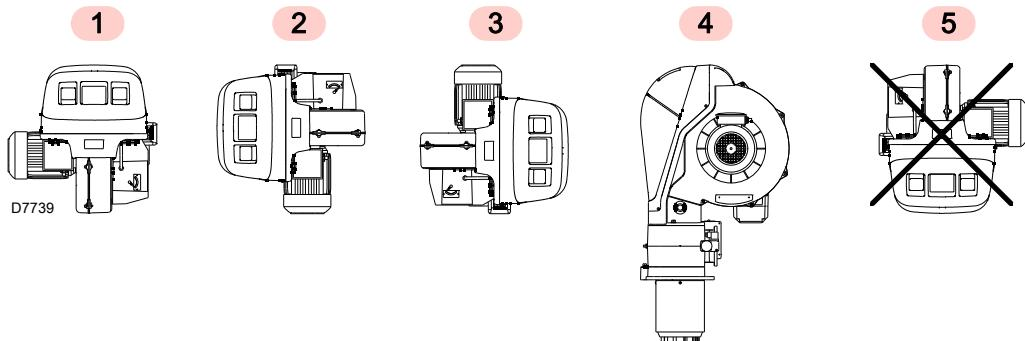

图 12
- ▶ 燃烧器设计为仅能安装在位置 1, 2, 3 和 4( 图 12)。